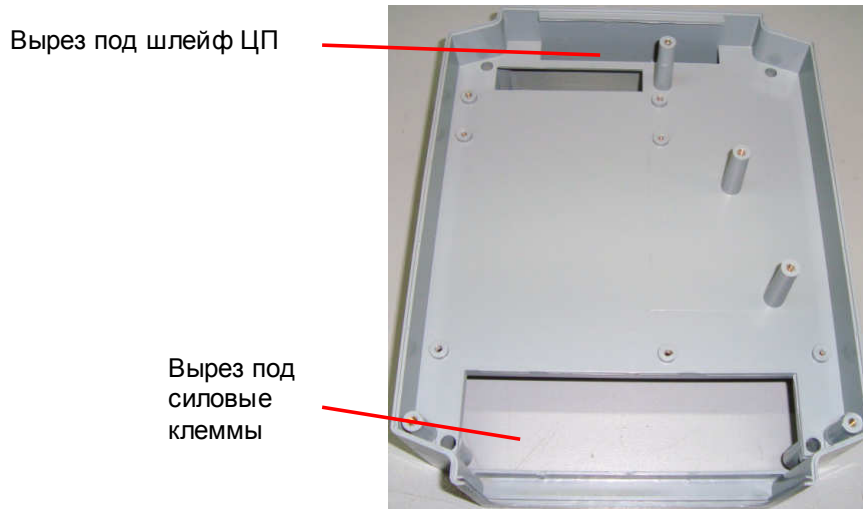

Рис. 7.14
7.6.1. Взять среднюю часть корпуса, продеть шлейф платы ЦП в вырез в ее верхней части, а провод заземления 1 – в вырез под силовые клеммы (рис. 7.14).